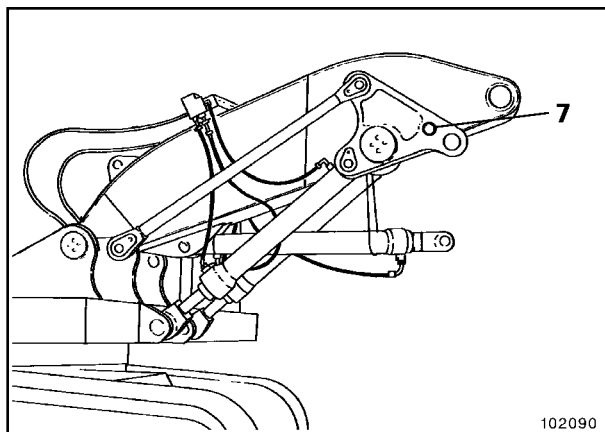

Fig. 7
- Desmontar el perno de enclavamiento (7, Fig. 7). Elevar el pescante, retirar el soporte. Ahora se puede utilizar toda la carrera de los cilindros del pescante para elevar y descender el pescante.